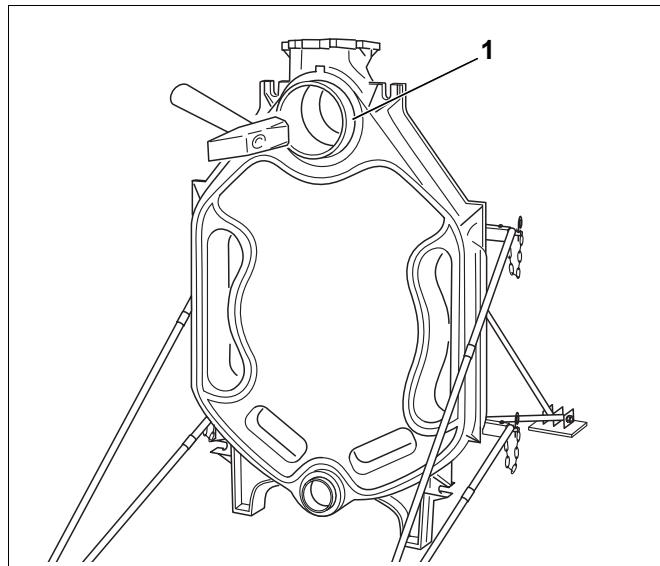

Fig. 14 Inserimento del nippone
- ▶ Inserire diritti i nippini nel mozzo superiore (gr. 4, 181/70) e in quello inferiore (gr. 1, 82/50) dell'elemento posteriore e batterli dentro con forti colpi incrociati di martello. Dopo essere stati battuti in posizione, il nippone superiore (fig. 14, [1]) dovrebbe sporgere di ca. 45 mm e quello inferiore di ca. 35 mm dal relativo mozzo.